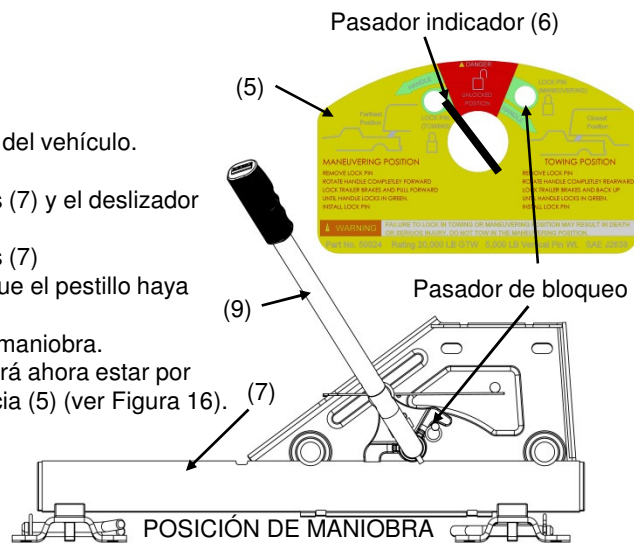

Figura 16
5. Regrese al vehículo. Libere el freno de emergencia. Active manualmente el freno del remolque y hale el vehículo hacia adelante hasta que el deslizador de Quinta Rueda REESE™ frene en la pata soldada (Figura 13) y el pestillo se enganche en la posición de maniobra (Ver Figura 16).
- C. Si el deslizador no se mueve, el pestillo ha activado los tubos (7) y el deslizador debe estar dedicada en la posición de maniobra.
- D. Si el deslizador se mueve, el pestillo no ha activado los tubos (7) **¡NO REMOLQUE!** Repita los pasos 1 - 6 anteriores hasta que el pestillo haya activado los tubos (7).
7. Examine la etiqueta de advertencia (5). El pasador indicador (6) deberá ahora estar por encima del área verde en el lado izquierdo de la etiqueta de advertencia (5) (ver Figura 16).